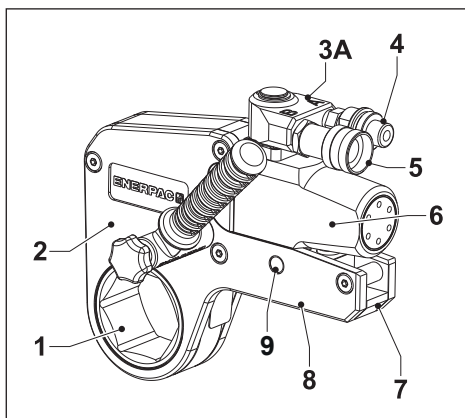

Fig. 1
- Non azionare mai la chiave se si sa o si sospetta che il perno di ritegno del distanziatore dell'unità di azionamento sia usurato, incurvato, mancante o danneggiato. L'unità di azionamento potrebbe staccarsi dal portainseriti e trasformarsi in un pericoloso proiettile. Vedere la voce 9 a pagina 10, Fig. 1 o 2.
3.1 Panoramica e caratteristiche (Fig. 1 o 2)